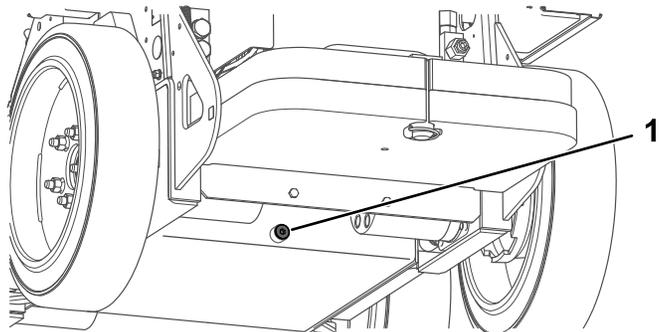

Рисунок 37
5. Снимите сливную пробку из днища гидравлического бака и дайте жидкости полностью вытечь (Рисунок 37).